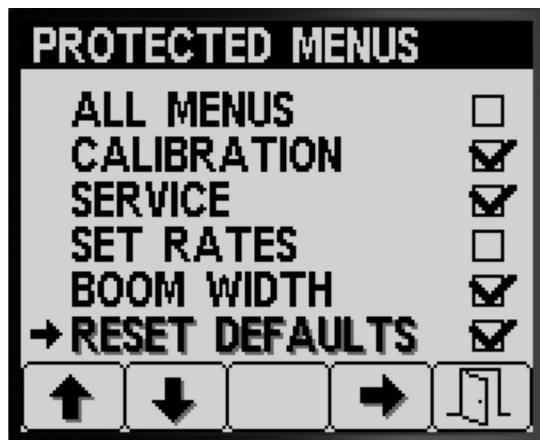

Figura 22
- Pulse el botón 1 o el botón 2 para desplazarse a la opción de menú para la que desea modificar la protección mediante código PIN (Figura 22).
- Pulse el botón 4 para seleccionar la opción de menú (Figura 22).
- Pulse el botón 5 para guardar el ajuste, salir de la pantalla MENÚS PROTEGIDOS y volver a PANTALLA (Figura 22).